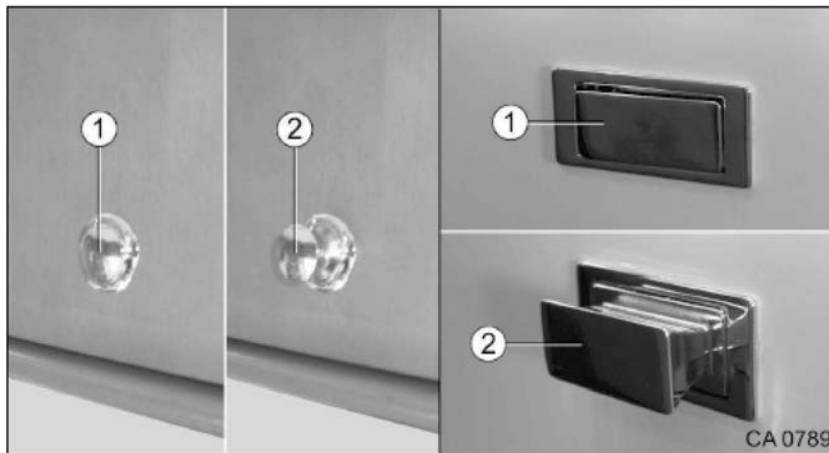

Fig. 97 Fermeture push-lock fermée/ouverte
1. Pousser sur la fermeture push-lock pour l'ouvrir (Fig. 97/2) ou la fermer (Fig. 97/1).